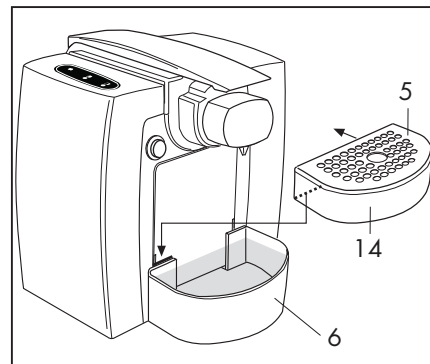

Fig.5
- Contrôler qu'il n'y ait pas de dosettes à l'intérieur et allumer la machine avec l'interrupteur principal (9).
- Retirer la grille (5) **(Fig. 5)**
La hauteur de la grille (5) peut être réglée en deux positions selon la grandeur de la tasse que l'on désire utiliser. Pour régler la grille à la hauteur maximum, hausser le support (14) et le placer contre de bac de récolte des dosettes en l'entrant dans le siège prévu **(Fig. 5)**